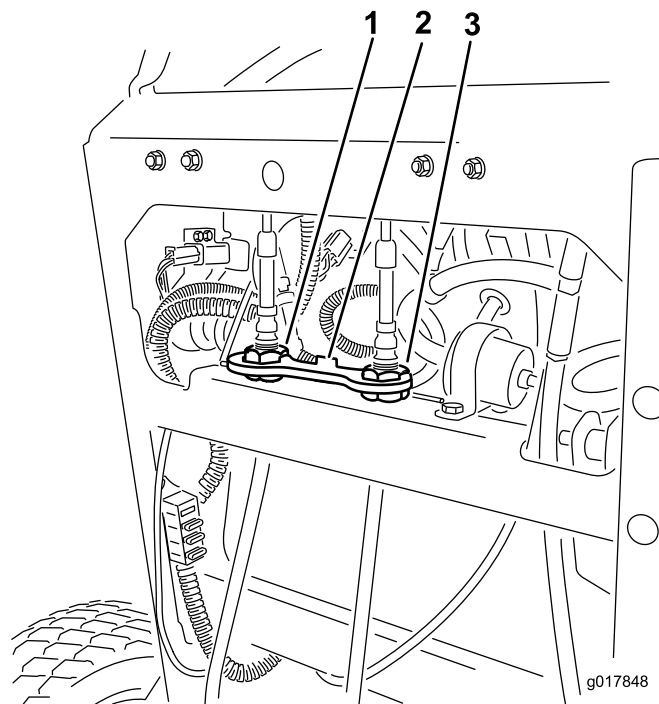

Figura 74
- Instale la pletina de bloqueo sobre las tuercas de ajuste de los cables para afianzar el ajuste (Figura 74).